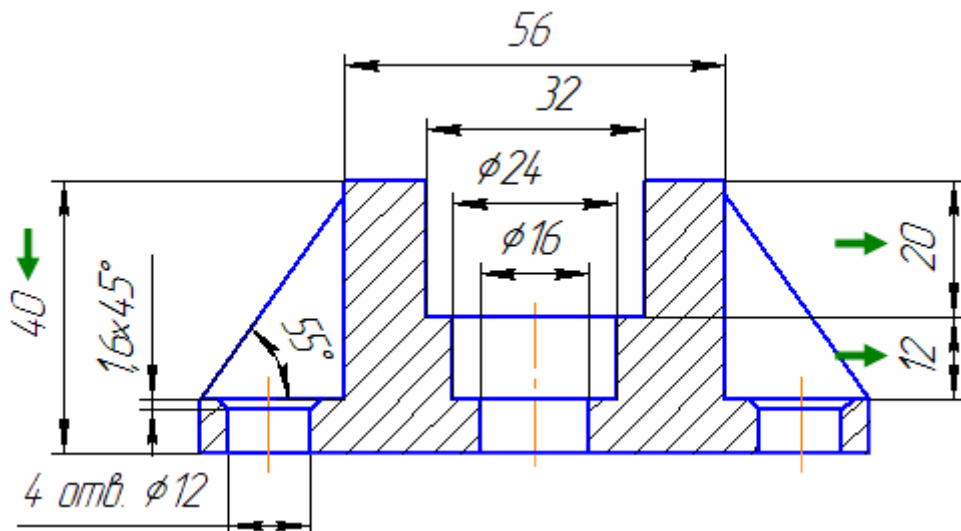

Рисунок 56.
- Самостоятельно проставьте остальные размеры (рис. 56).